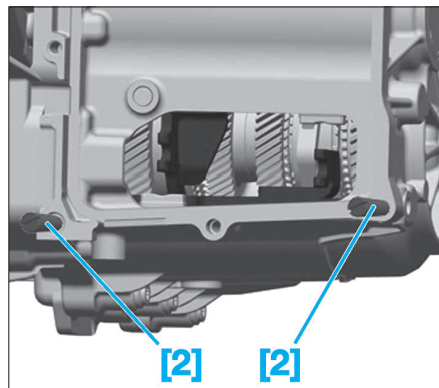

Fig. 18
- [2] Pivot de guidage (réf. T10406) (Fig.18).
• Visser les pivot de guidage [2] à la main (Fig.18).